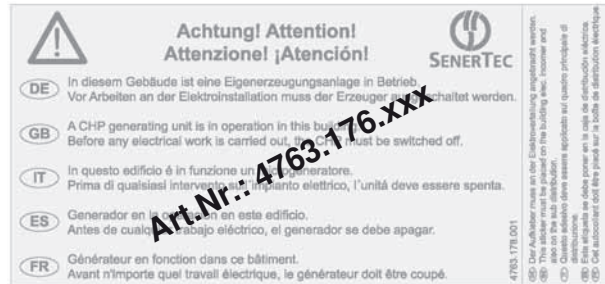

Bild 9-36: Aufkleber Haupt- / Unterverteilung
- Bringen Sie den beiliegenden Aufkleber (Bild 9-36) an der Hauptverteilung, gegebenenfalls auch an der Unterverteilung, an.